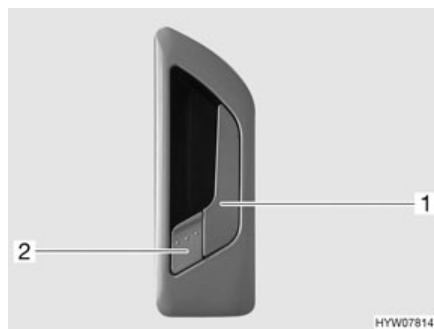

Fig. 38 Serrure de la porte cellule, à l'intérieur
*Ouvrir :* ■ Tirer sur la poignée (Fig. 38,1). La serrure de la porte est déverrouillée. Le levier de sécurité (Fig. 38,2) ressort automatiquement.
*Verrouiller :* ■ Appuyer sur le levier de sécurité (Fig. 38,2).